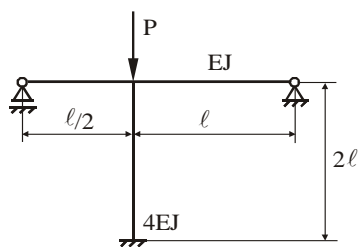

Рис. 20
16. Определить величину критической силы для стойки рамы (рис. 20), используя метод перемещений.